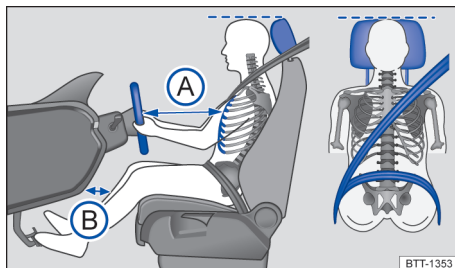

Fig. 20 Distância correta do condutor em relação ao volante, posição correta do cadarço do cinto de segurança e ajuste correto do apoio para cabeça.
- Ajustar o banco de modo que a distância entre o volante e o tórax tenha no mínimo 25 cm → Fig. 20 (A) e que o condutor possa segurar o volante pela borda externa com as duas mãos e os braços ligeiramente dobrados.
- Ajustar o banco do condutor na direção longitudinal de modo que os pedais possam ser acionados com as pernas ligeiramente arqueadas e a distância para o painel de instrumentos na área do joelho seja de, no mínimo, 10 cm → Fig. 20 (B).
- Para os bancos com apoio para cabeça: ajustar o apoio para cabeça de modo que a sua borda superior se encontre preferencialmente na mesma linha da parte superior da cabeça → Fig. 20 – porém não abaixo da altura dos olhos. Posicionar a parte posterior da cabeça o mais perto possível do apoio para cabeça.